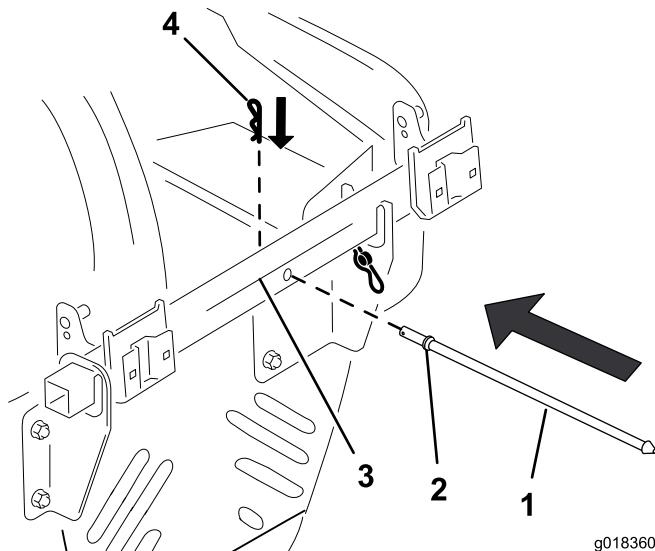

Figure 12
- Alinez la tige de capot de sorte que la bride de butée soit dirigée vers le cadre de support de trémie (Figure 12).
- Insérez la tige dans le trou du cadre de support de trémie jusqu'à ce que la bride de butée soit appuyée contre l'arrière du cadre (Figure 12).
- Fixez la tige de capot au cadre de support en insérant la goupille fendue dans le trou de la tige (Figure 12).